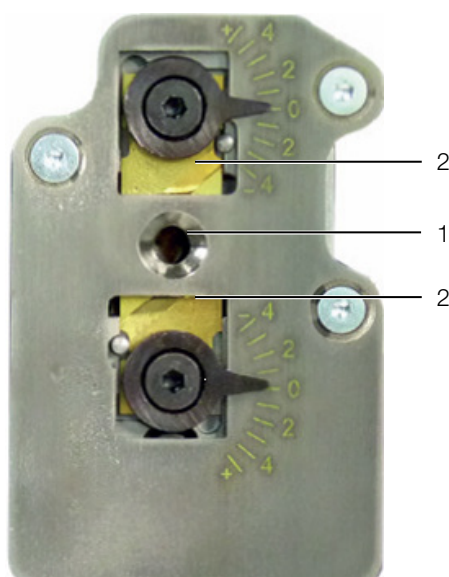

Fig. 19 : unité à dénuder
- Nettoyer la zone autour du perçage (fig. 19, pos. 1) avec un pinceau.
- Vérifier les lames (fig. 19, pos. 2). Remplacer si nécessaire les lames (cf. paragraphe 8.3 « Remplacer la lame à dénuder »).